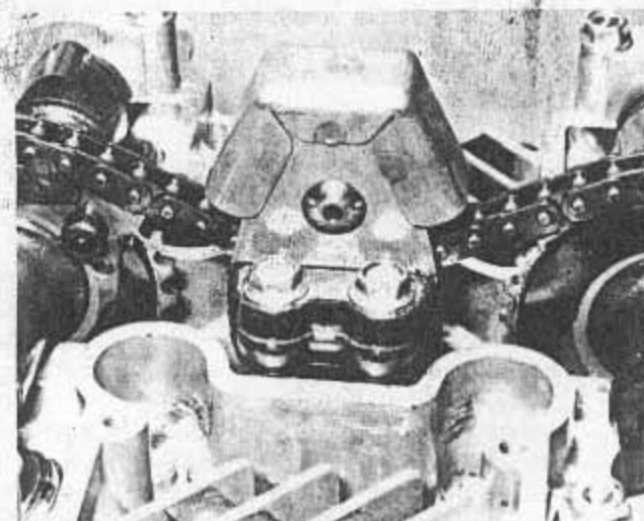

Bild 153
- Spannrolle in ihrer ursprünglichen Lage wieder aufsetzen und Halteschrauben auf 6 bis 8 Nm festziehen (Bild 153). Beim Ausbau der Rolle wurde am Halter ein Pfeil angebracht, so dass das Auffinden der ursprünglichen Stellung keine Probleme bieten sollte. Die Gummidämpferblöcke, auf welchen die Spannrolle sitzt, können ihre Aufgabe nur korrekt erfüllen, wenn die Halteschrauben auf den vorgeschriebenen Wert festgezogen werden.